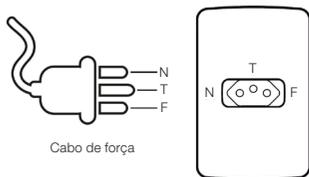

Figura 1: Padrão de conexão
- Verificar o padrão de polarização da tomada (fase, neutro e terra) onde o estabilizador será conectado à rede elétrica. Seguir as instruções da Figura 1.
Nunca remover o pino terra do cabo de força do estabilizador, nem instalar em tomada com polarização diferente da Figura 1.